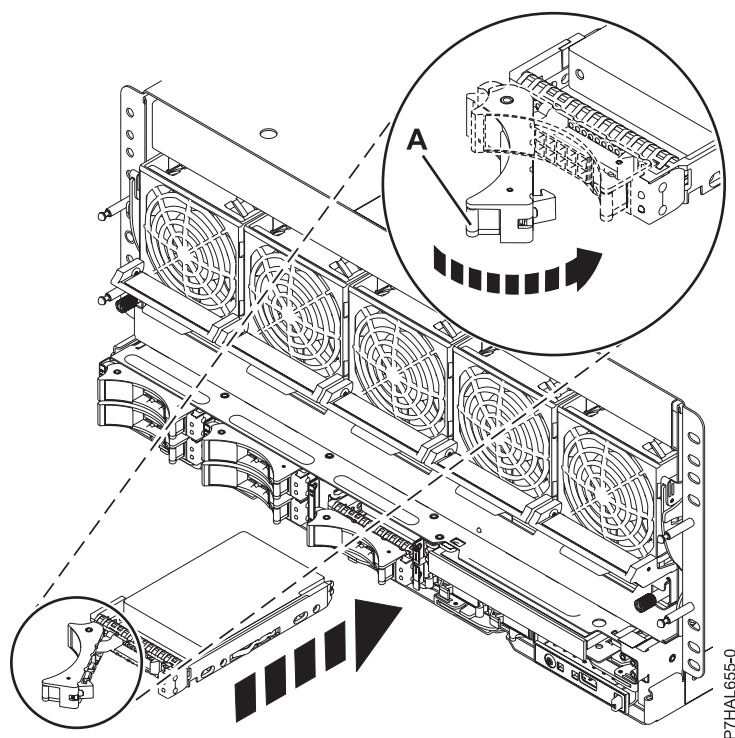

Figura 41. Sustitución de una unidad de disco en el sistema
8. Cuando el LED de identificación se encienda de manera fija, deslice la unidad de disco o la unidad de estado sólido hasta el fondo del sistema o de una unidad de expansión y empuje hacia adentro el asa de la unidad (A) hasta que quede encajada, como se muestra en Figura 41 en la página 71.